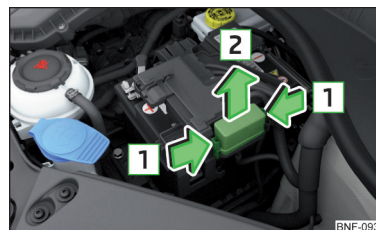

Fig. 169
Sikringerne er placeret under en afdækning ved siden af bilens batteri » Fig. 169.
- › Tryk afdækningens låseknapper » Fig. 169 sammen samtidig.